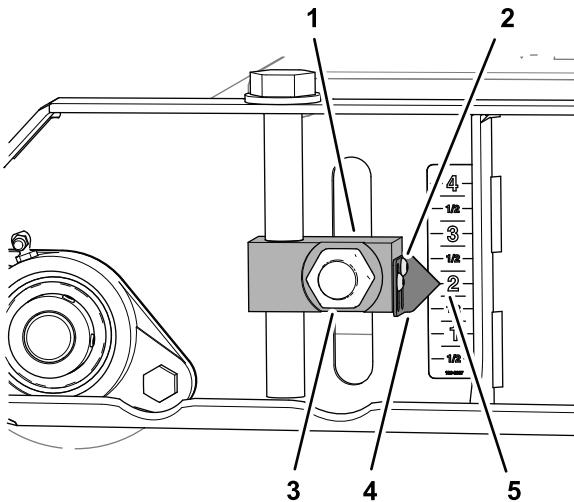
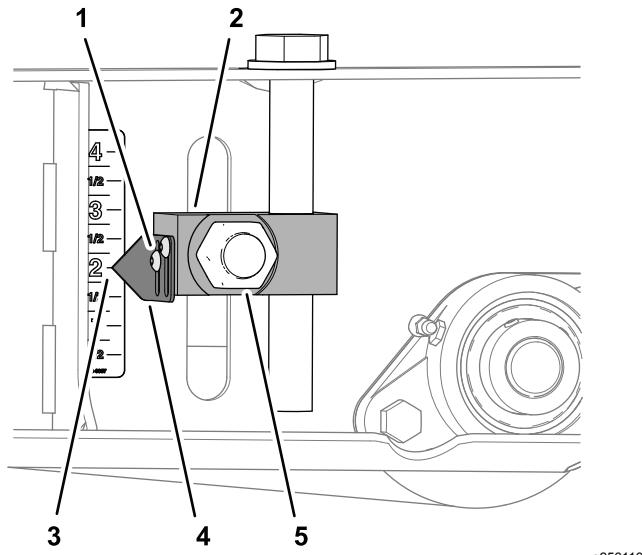

Figura 82
Figura 84
- Allentate le 2 viti a brugola che fissano il puntatore al blocco regolatore dell'altezza di taglio, allineate il puntatore alla tacca di 5 cm sull'adesivo e serrate le viti (Figura 82).
6. Allentate le viti a brugola che fissano i 2 puntatori al blocco regolatore dell'altezza di taglio, allineate i puntatori alla tacca di 5,7 cm sull'adesivo e serrate le viti (Figura 84).
7. Serrate i 4 dadi che fissano i 4 blocchi regolatori dell'altezza di taglio (Figura 82 e Figura 84) per i rulli anteriori e posteriori a 322 - 396 N·m.